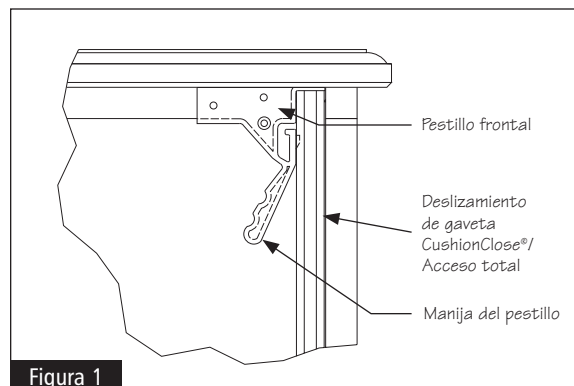

Figura 1
**1** Determine el gabinete en donde esta unidad será instalada y retire el cuerpo de la gaveta existente del gabinete. Para esto, jale las manijas de pestillo frontales en la parte inferior del gabinete (consulte la figura 1) hacia el exterior del cuerpo de la gaveta. Destornille la parte frontal de la gaveta del cuerpo de la gaveta existente y marque el borde inferior.
**5** Verifique que los pestillos frontales aseguren el deslizamiento (consulte la figura 1). Jale la gaveta completamente para verificar lo anterior visualmente o jale hasta sentir que el deslizamiento entra completamente en el tope. Si los pestillos frontales no entran completamente en el deslizamiento, es posible que la gaveta se salga durante el uso y que cause daño.